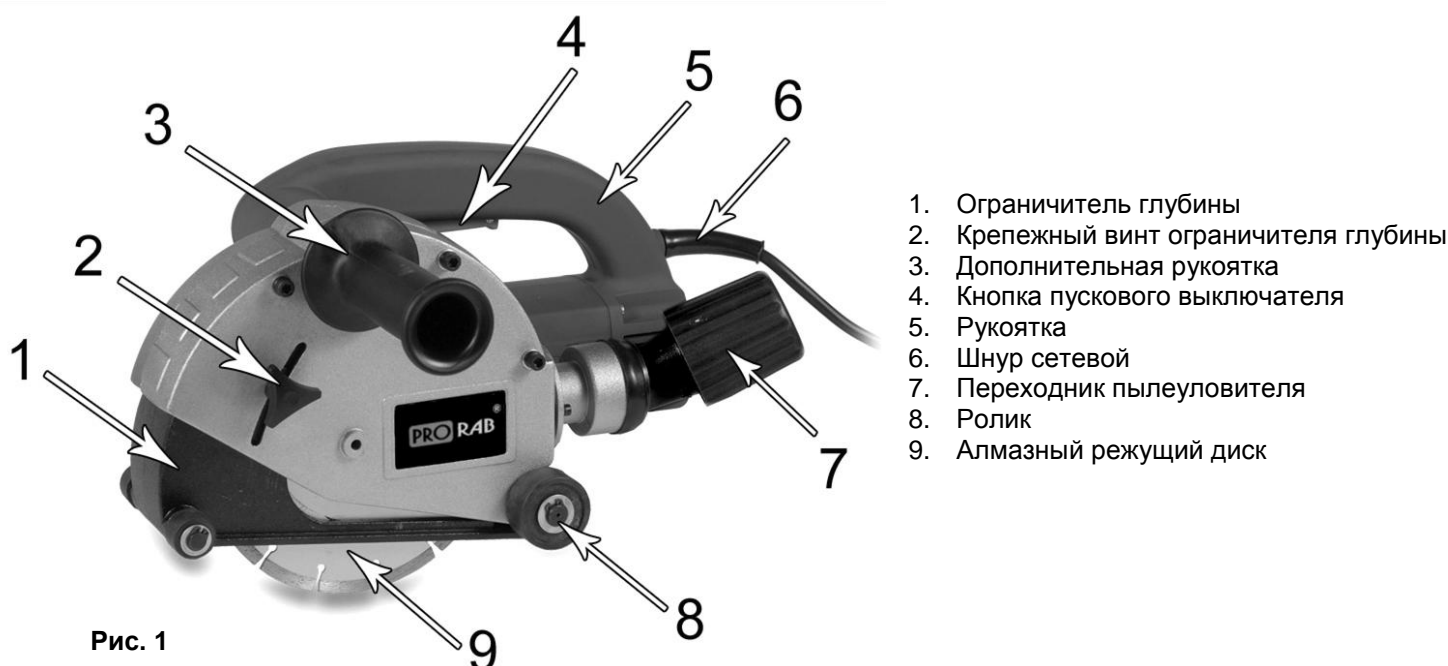

Рис. 1
- Извлеките крепежный винт ограничителя глубины (2)(См. Рис.1).
- Снимите боковой защитный кожух и поверните ограничитель глубины (1) (См. Рис.1) вниз.
- Нажмите кнопку зажима шпинделя, расположенную с боку рукоятки (5) и с помощью штифтового ключа ослабьте гайку с фланцем (18).
- Извлеките алмазные режущие диски (9) и распорные кольца.
- Нажмите и удерживайте кнопку блокировки случайного пуска, затем нажмите выключатель (4) (См. Рис. 1).
- Отпустите кнопку выключателя (4)(См. Рис.1).
- Во время работы подключайте пылесос к патрубку выброса пыли (7) (См. Рис.1).
- Шланги большинства пылесосов можно одеть непосредственно на переходник (7) (См. Рис.1).